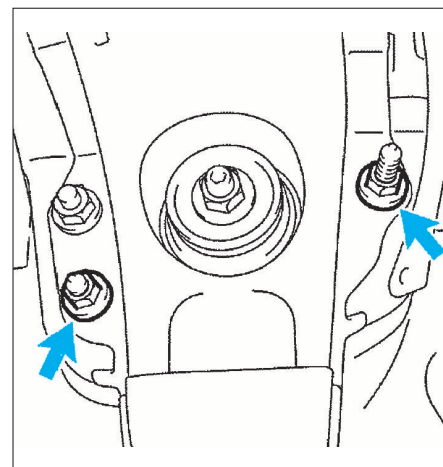

FIG. 19
- Déposer les deux écrous (1) de fixation d'amortisseur (fig. 19).